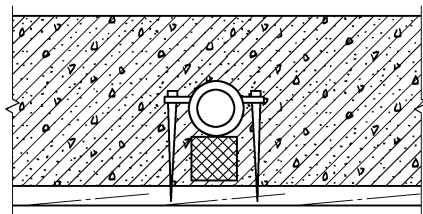

图 7-20 线管在混凝土模板上的固定
② 测量暗敷设管路的长度；
③ 将接线盒、灯头盒、开关盒、电线管等电器拿到施工现场，根据建筑施工的情况进行预埋，并且穿入引线；
④ 将管口、盒口用木塞或专有塑料盖堵塞，防止水泥浆、垃圾进入管内，埋入墙体的管子距离表面最小净距离不应小于 15mm；
⑤ 对照图样，检查线管、接线盒、灯头盒、开关盒等是否有安装差错。
(2) 线管在砖墙内暗线敷设。线管在砖墙内暗线敷设时，一般应在土建砌砖时预埋，否则应在砖墙上留槽或开槽，然后在砖缝内打入木楔并用钉子固定。
(3) 线管在混凝土内暗线敷设。线管在混凝土内暗线敷设时，可用铁丝将管子绑扎在钢筋上，也可用钉子钉在模板上，用垫块将管子垫高 15mm 以上，使管子与混凝土模板间保持足够的距离，并防止浇灌混凝土时管子脱开，如图 7-20 所示。